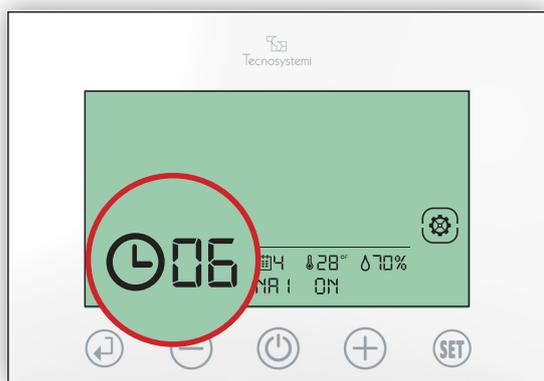

Fig. 91
- 3.2 Nel momento in cui l'ora lampeggia, premere il tasto (+) o (-), impostare l'ora e confermare con (↵). (Fig. 91)